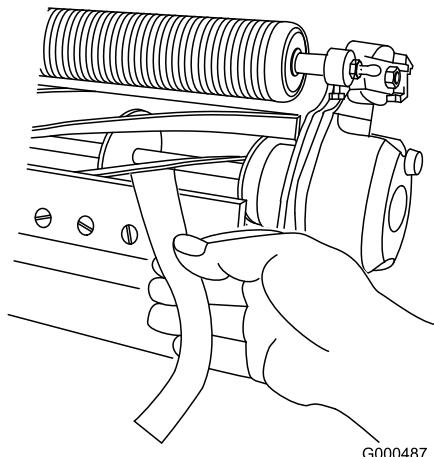

图12
3. 在滚刀与底刀间插入一长条剪切性能纸 (Toro 零件号 125-5610)，纸要与底刀垂直，检测剪切性能 (图12)。缓慢向前旋转滚刀；滚刀应剪切检测纸。